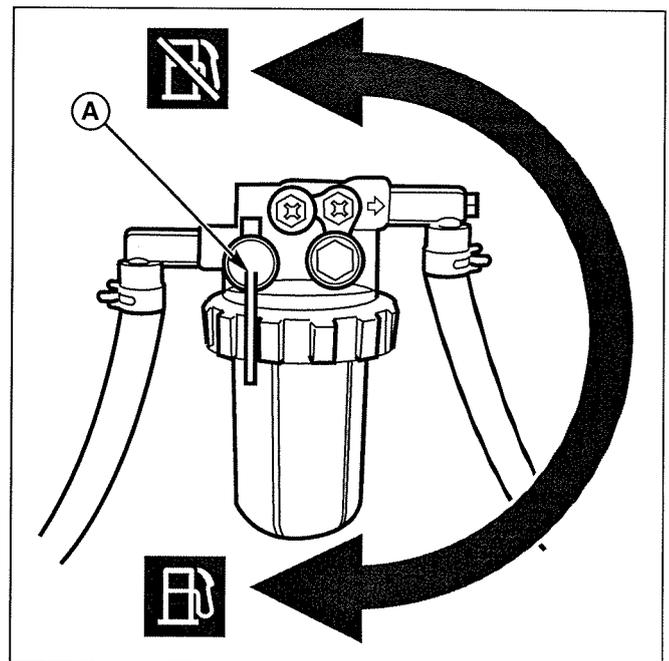

Figure 21. Vidange du séparateur d'eau
4. Faire tourner le robinet d'arrêt du séparateur d'eau (A, figure 21) dans le sens contraire des aiguilles d'une montre en position « OFF ».